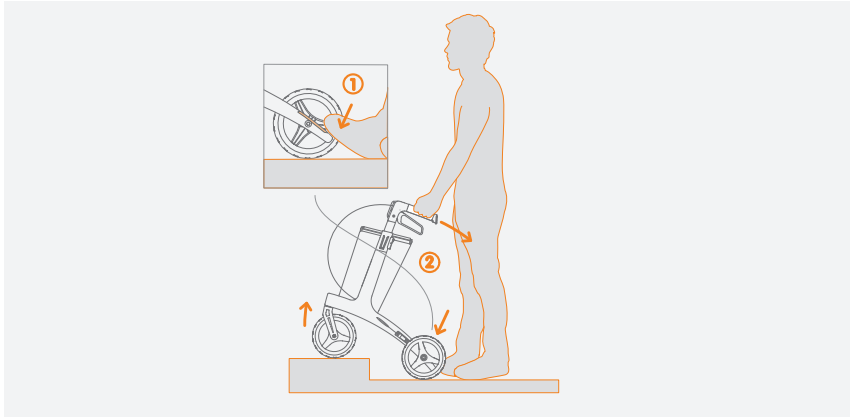

Abbildung 7: Bordsteinüberwindung mit der Ankipphilfe.
1. Nähern Sie sich dem Bordstein so nah wie möglich (**Abbildung 7**).
2. Platzieren Sie einen Fuß auf der Ankipphilfe (1).
3. Kippen Sie den Rollz Air nach hinten (2).